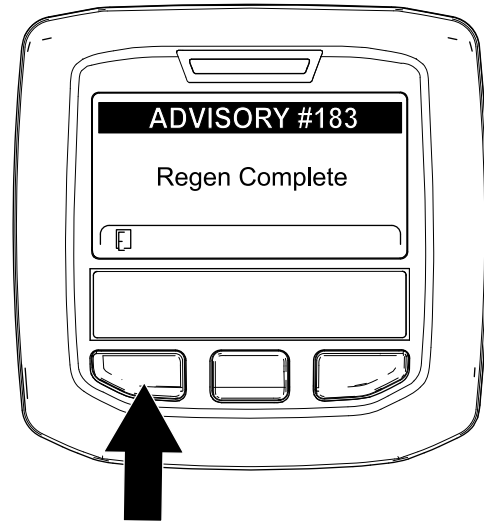

Bild 80
9. Wenn der Motorcomputer eine geparkte Regenerierung oder eine Wiederherstellung-Regenerierung abschließt, wird im InfoCenter ADVISORY #183 (Bild 80) angezeigt. Drücken Sie die linke Taste, um den Begrüßungsbildschirm anzuzeigen.